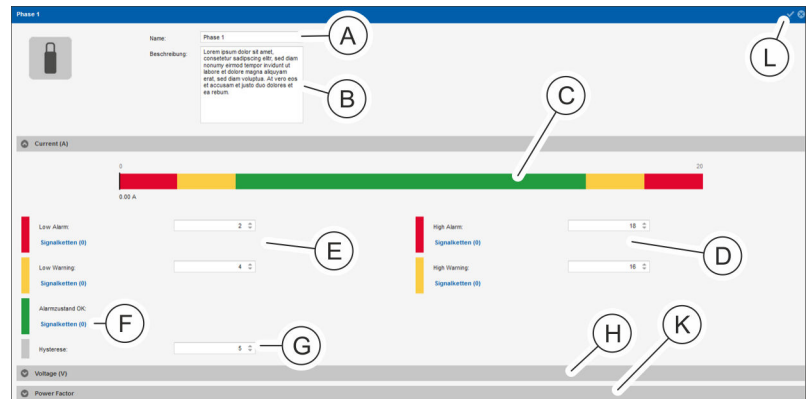

Abb. 128: Detailansicht
4. In der Detailansicht bei Bedarf die Benennung der Phase (Abb. 128/A) anpassen und bei Bedarf eine Beschreibung hinzufügen (Abb. 128/B).
5. Im Bereich „Current (A)“ einen Wert für „High Warning“ und „High Alarm“ eingeben (Abb. 128/D).
- ⇒ Die Schwellwerte werden farblich angezeigt (Abb. 128/C).
8. Im Bereich „Current (A)“ dem Parameter „Alarmzustand OK“ (Abb. 128/F) bei Bedarf eine Signalkette zuweisen (analog zu Schritt 5 und 6).
9. Im Bereich „Current (A)“ einen Wert für „Low Alarm“, „Low Warning“ und „Hysterese“ (in %) eingeben (Abb. 128/E und G) und eine Signalkette zuweisen (analog zu Schritt 5 – 7).
10. Schritte 5 – 9 für den Bereich „Voltage“ zur Einstellung des Spannungsbereichs wiederholen (Abb. 128/H).
11. Schritte 8 – 9 für den Bereich „Power Factor“ zur Einstellung des Leistungsfaktors wiederholen (Abb. 128/K).
12. Auswahl über die Schaltfläche „Speichern“ (Abb. 128/L) bestätigen.